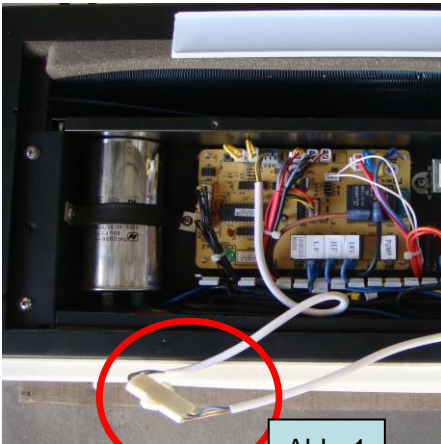

Abb. 1
- 2) Schalten Sie den Stecker laut Abbildung 1 ab.